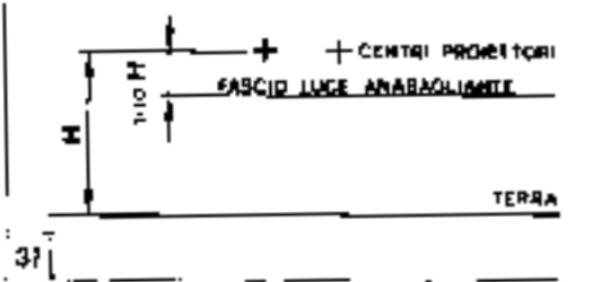

Fig. 37 - Orientamento fascio luminoso.
- La luce di demarcazione del fascio luminoso deve essere orizzontale e a distanza dai centri tracciati, non inferiore a 1/10 della distanza tra i centri dei proiettori e il suolo. (Fig. 37)